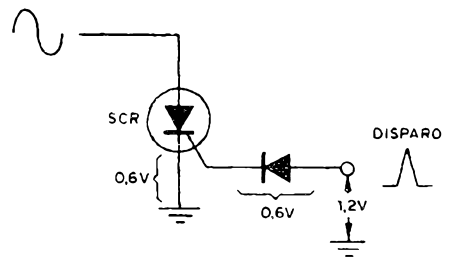

Figura 6
d) Não devemos deixar que pulsos negativos sejam aplicados à comporta do SCR quando ele estiver polarizado no sentido inverso, conforme mostra a figura 6. Se isso acontecer, o componente pode queimar. Para evitar este problema, nos circuitos de corrente alternada em que o SCR está sujeito à polarização inversa, usamos um diodo de proteção na comporta.